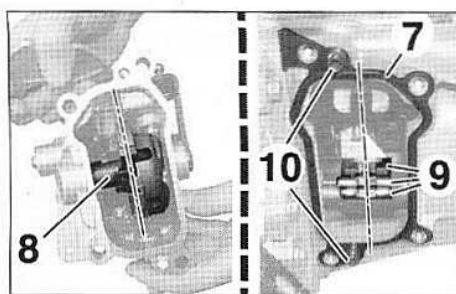

FIG.16
- Remplacer systématiquement le joint d'étanchéité (7) (Fig.16).
- Vérifier le bon alignement des doigts de passage (8) du module et contrôler le bon alignement des croses de fourchettes (9) suivant l'axe.
- Vérifier la présence des goupilles de centrage (10) sur le module de commande.